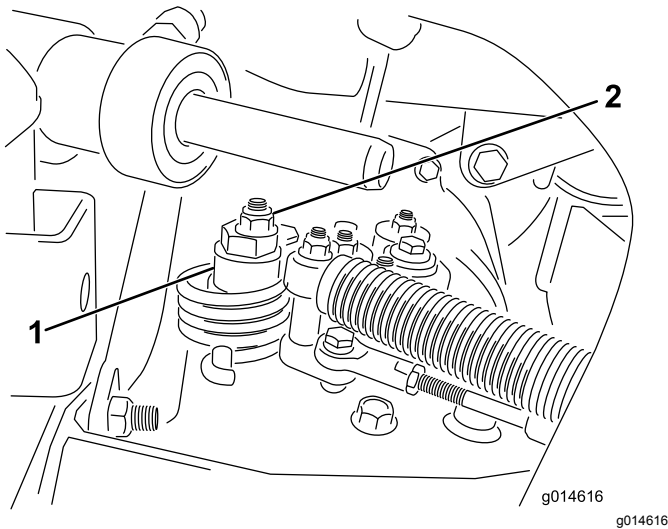

图35
A. 松开将偏心螺栓固定到静液压泵顶部的螺母图 35。
- C. 旋转偏心螺栓直到不再出现任何方向的缓慢前移。当轮子停止旋转时旋紧螺母锁定偏心螺栓和调整图35。将油门移至慢速 和 快速 位置验证调节情况。